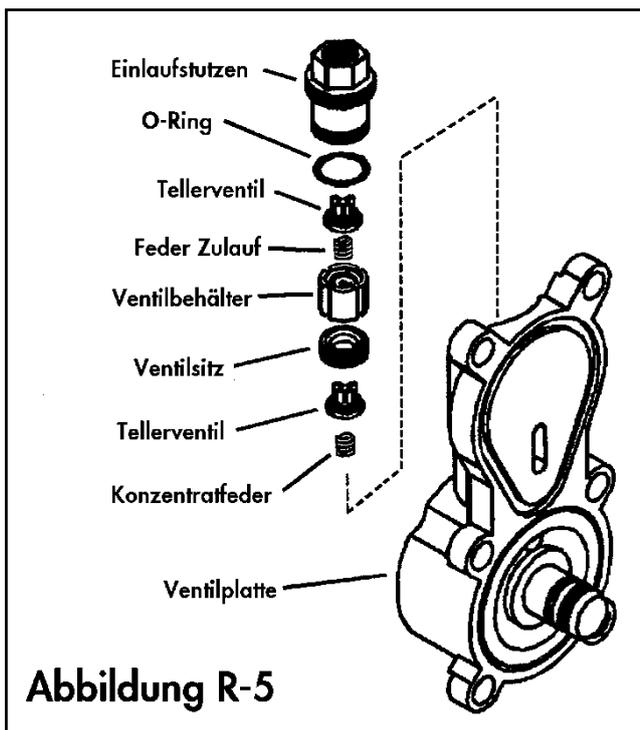

Abbildung R-5
- 10.** Demontieren Sie das Ventil der Ventilplatte (Abb. R-5). Lösen Sie den Einlaufstutzen mit Hilfe des 5/8" Gabelschlüssels. Entfernen Sie das erste Tellerventil und die Feder. Bei Bedarf benutzen Sie eine kleine, spitze Zange. Verwenden Sie die Zange, um die weiteren Bestandteile, Ventilsitz, zweites Tellerventil etc. zu entfernen. Ganz unten ist die Konzentrafeder, die Sie ebenfalls mit der Zange herausziehen können.
6. Bereiten Sie die Ventilplatte für den Zusammenbau vor, indem Sie die neuen Tellerventile einbauen. Beide Tellerventile und Federn sind identisch. Für den folgenden Zusammenbau, vergleichen Sie bitte Abb. R-5: